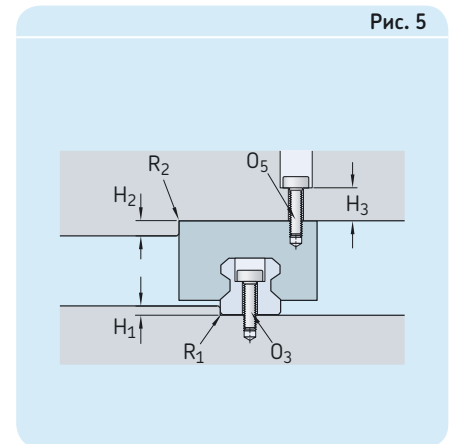

Рис. 5
- Крепление малогабаритных кареток может осуществляться сверху (→ рис. 5)